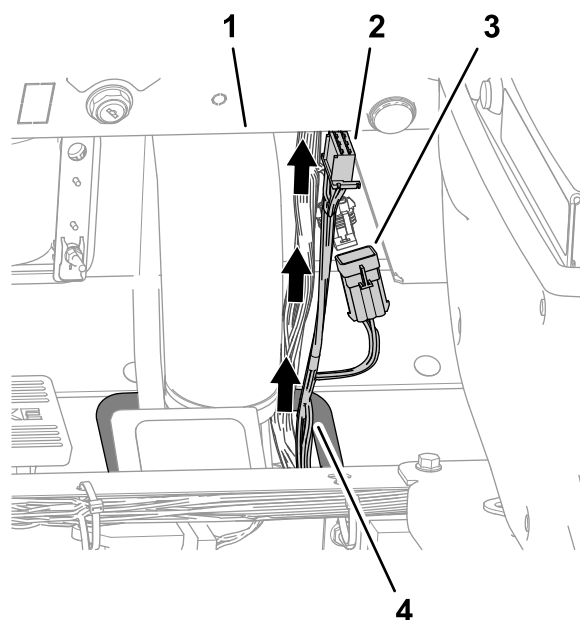

Figura 19
2. Continuate a disporre la diramazione del cablaggio preassemblato del kit verso l'alto e sotto la plancia della macchina (Figura 19).